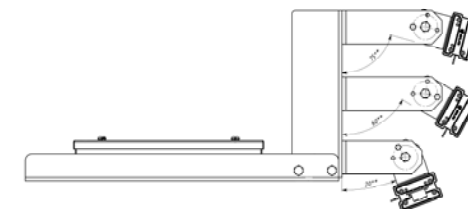

Рис.2
- 1.1. Прожектор ДО01-50x1-12 УХЛ1 (рис.2) со светодиодными линейками устанавливается на горизонтальную поверхность и предназначен для ригельного освещения железнодорожных путей.
- 5.3. Установить стойку со световыми блоками вертикально и закрепить 4 болта крепления М8 (Рис.2) с усилием, не менее - 12 Нм..